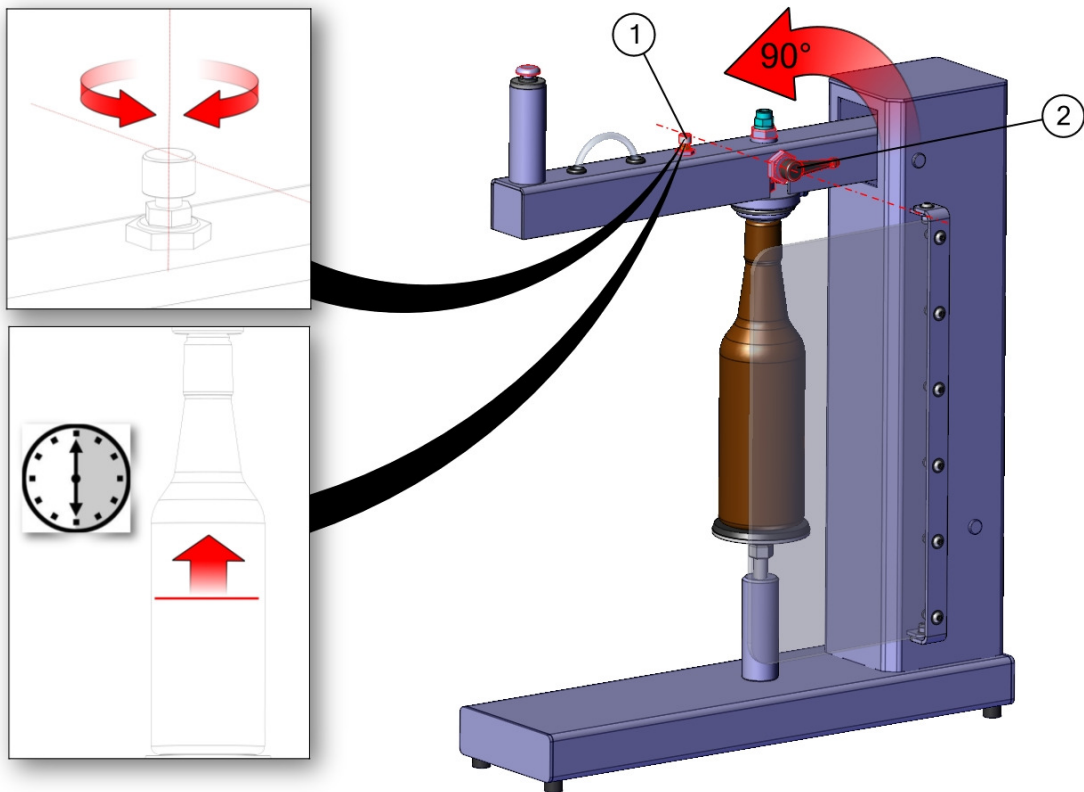

Abb. 9
5. Den Füllhebel (**Abb. 9/2**) langsam öffnen, der Füllvorgang startet. Die Anlage arbeitet nach dem Gegendruck-Prinzip, die Füllgeschwindigkeit kann durch Verstellen der Drossel auf der Oberseite des Füllarms (**Abb. 9/1**) justiert werden. Ein zu weites Öffnen der Drossel kann ein Überschäumen der Flüssigkeit zur Folge haben.
<ul style="list-style-type: none"> • Gegendruck höher als Tankdruck 	<ul style="list-style-type: none"> • Gegendruck reduzieren (siehe Bedienablauf Abb. 9/1)